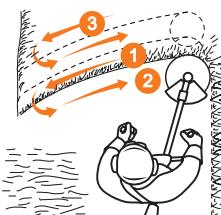

Рис. 15
- Для кошения густой высокой травы перемещайте режущую часть медленно и осторожно. Скашивание травы производите на максимальных оборотах двигателя справа налево, возвращайте катушку по уже скоженной траектории (Рис. 15).